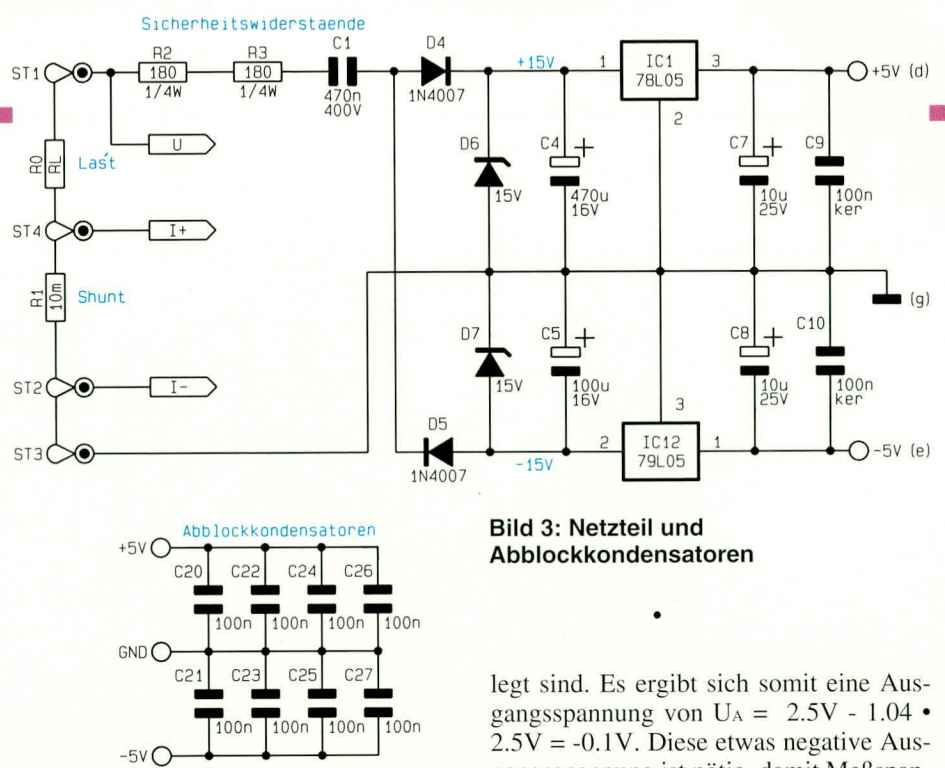

Bild 3: Netzteil und Abblockkondensatoren
- Netzteil und Blockung (Bild 3)
Netzteil (Bild 3)